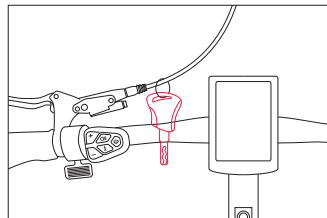

Abbildung 3
Schritt 1: Suchen Sie die Schlüssel am Lenker (Abb. 3) und entfernen Sie diese. Wenn Sie sie vom Lenker abschneiden, seien Sie vorsichtig, um keine der Drähte zu beschädigen.